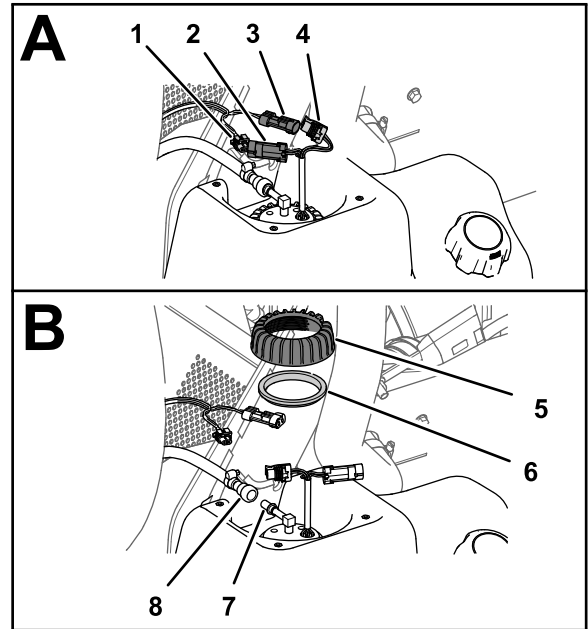

Figure 86
1. Débranchez le connecteur à 2 douilles sur le faisceau de la machine du connecteur à 2 broches sur la pompe à carburant/transmetteur ; débranchez le connecteur à 2 broches sur le faisceau de la machine du connecteur à 2 douilles sur la pompe à carburant/transmetteur (Figure 86).
2. Repoussez le manchon de verrouillage du raccord du flexible de carburant pour l'éloigner du raccord de la pompe à carburant/transmetteur, et débranchez le raccord du flexible du raccord de la pompe (Figure 86).
3. Tournez l'écrou de la pompe à carburant/transmetteur dans le sens antihoraire, et retirez l'écrou et le joint (Figure 86).